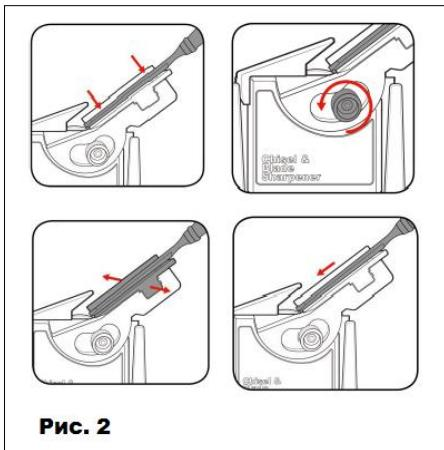

Рис. 2
Заточка стамесок, зубил, лезвий (рис. 2)
- Установите блок заточки стамесок, зубил и лезвий (2) на силовой блок (8).
- Положите стамеску, зубило или лезвие на суппорт для лезвий. Магниты (10) удерживают лезвие в нужном положении. (Рис. 2).
- Проверьте совпадает ли угол заточки с углом скоса стамески, зубила или лезвия. Для регулировки угла ослабьте ручку регулировки угла (12). Выберите нужный угол и затяните ручку (12).
- Кромка лезвия должна касаться шлифовального круга. Включите силовой блок (8) с помощью выключателя (1), переведя его в положение «ВКЛ».
- Двигайте суппорт с лезвиями вперёд и назад поперёк шлифовального круга (3) с лёгким постоянным нажимом, непрерывным движением.